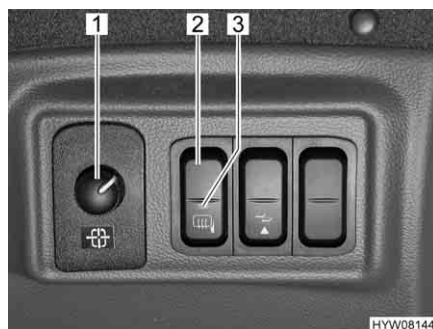

Fig. 16 Interruttore per gli specchietti esterni a regolazione elettrica
- Selezionare lo specchietto da impostare. A tal fine premere l'interruttore girevole (Fig. 16,1) verso sinistra oppure verso destra.
- Premendo l'interruttore (Fig. 16,1) regolare lo specchietto nella posizione corrispondente.
- Premere l'interruttore (Fig. 16,2). La spia rossa di controllo (Fig. 16,3) nell'interruttore indica il funzionamento.